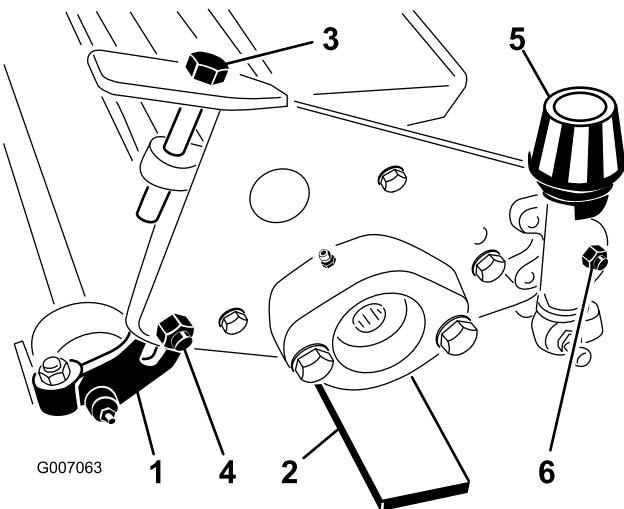

Bild 2
2. Lösen Sie die zwei (2) Sicherungsmuttern an den Schlossschrauben, mit denen die Hinterradhalterungen am Rahmen des Vertikutiergeräts befestigt sind (Bild 2).
4. Drehen Sie die Einstellkopfschrauben an jedem Ende des Vertikutiergerätes so, dass die Radhalterungen in der höchsten Stellung sind (Bild 2). Stellen Sie die Hinterräder auf die ebene Oberfläche
1. Messlehre (4)
3. Lösen Sie beide Handräder für die Schnitthöhe, wenn beide Hinterräder die ebene Oberfläche berühren. Drehen Sie die Handräder für die Schnitthöhe, bis beide Enden der vorderen Rolle die ebene Oberfläche berühren. Prüfen Sie den Kontakt mit einem Stück Papier an jedem Ende der Rolle. Ziehen Sie die Sicherungsmuttern der beiden Handräder für die Schnitthöhe wieder fest (Bild 2).